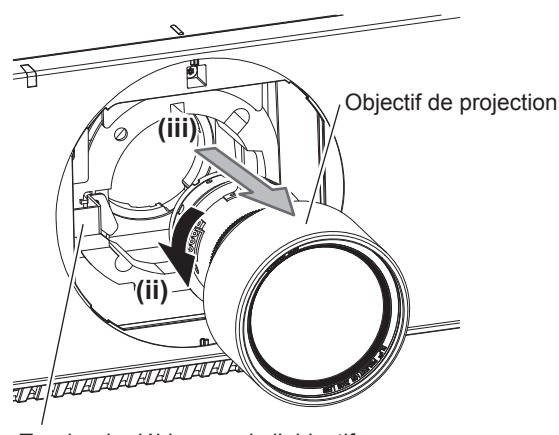

Fig. 2
- 2) Tout en appuyant sur la touche de déblocage de l'objectif, tournez l'objectif de projection dans le sens inverse des aiguilles d'une montre au niveau de l'extrémité et retirez-le. (Fig. 2)